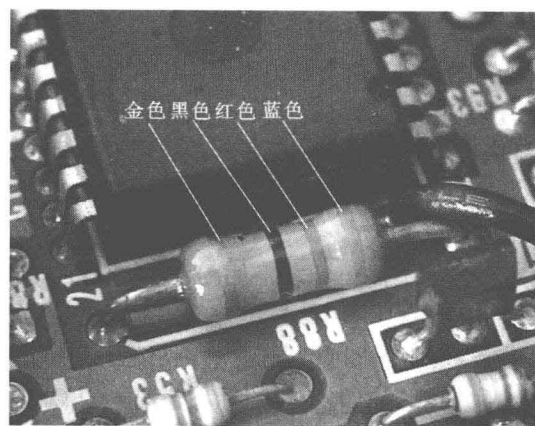

图 1-13 待测电阻器 R88
⑧ 图 1-13 所示的“R88”电阻器即为当前待测电阻器,可以看到该电阻器是采用色标法进行标识的。通过标识,我们得知该电阻器的标称值为“ $62\ \Omega$ ”,允许偏差为“ $\pm 5\%$ ”,因此可将万用表调至“200”挡。